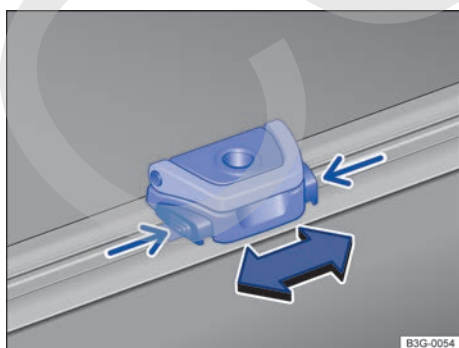

Fig. 248 En el maletero: ajustar y desmontar las argollas de amarre desplazables.
- Presione y mantenga presionadas las teclas de la argolla → fig. 248 (flechas pequeñas) al mismo tiempo.
- Coloque la argolla en la guía en la posición deseada, tal y como se muestra → fig. 248, y suelte las teclas.
- Desplace la argolla hasta la posición deseada → fig. 248 y suelte las teclas cuando la argolla se encuentre en la posición deseada.